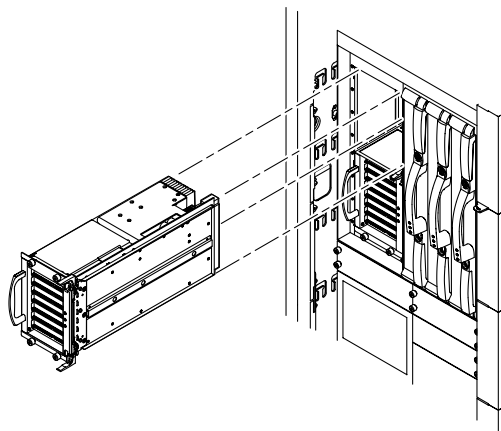

図 9-5 I/O アセンブリの取り外しまたは取り付け — Sun Fire 4810 システム
- I/O アセンブリの開口部から I/O アセンブリをスライドさせて取り出します (図 9-5)。
4. I/O アセンブリの開口部に I/O アセンブリをスライドさせて挿入します (図 9-5)。